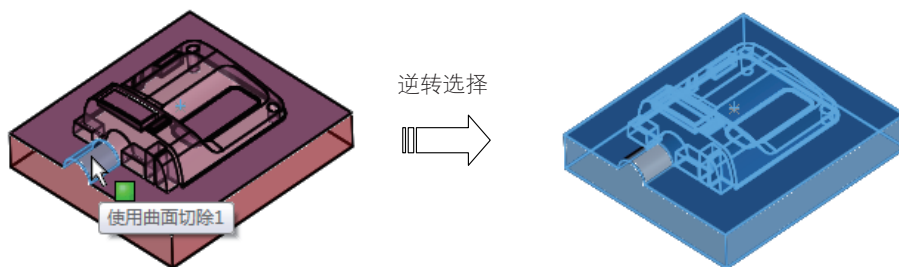

图1-25 逆转选择方法
- (1) 先选择少数不需要的元素。
- (2) 然后在【选择过滤器】工具栏中单击【逆转选择】按钮.
- (3) 随后即可将需要选择的多数元素选中，如图1-25所示。